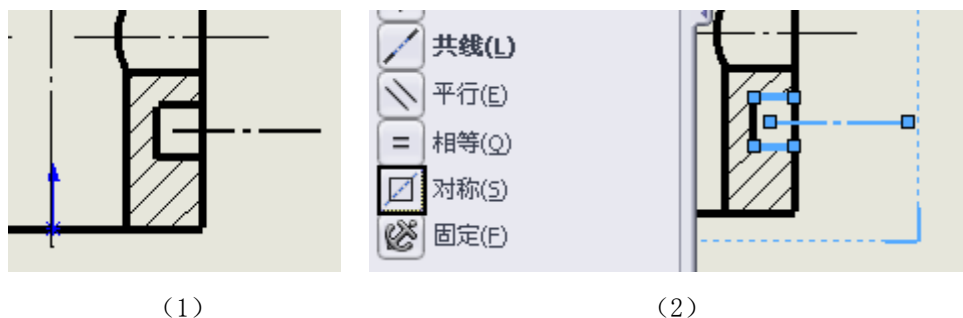

图 3-31 绘制中心线并添加约束
在界面上方命令管理器中,单击“草图”命令标签中直线下的“中心线”命令图标,在左视图右侧肋处绘制一条水平中心线,按一下键盘“Esc”键,退出创建“中心线”状态,绘制中心线如图 3-31 (1) 所示;按住键盘“Ctrl”键不松手,依次单击中心线和肋上下两条水平边线,在界面左侧出现“属性”对话框,如图 3-31 (2) 所示,单击“对称”命令图标,将中心线设置为两水平边线的中心对称线。单击“”确定。